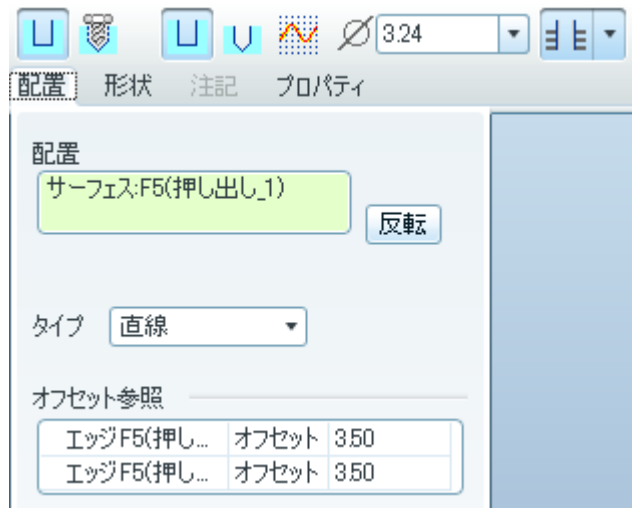

図 5-12 穴の配置
- ・「回転ツール」  を選択する。スケッチ平面を「RIGHT」、回転方向を「上面」にし「スケッチ」をクリックする(図 5-12)。
- ・「オフセット参照」欄内をクリックする。次に Ctrl キーを押しながら六角形の二つのエッジを選択しオフセット 3.5mm を入力する(図 5-12)。